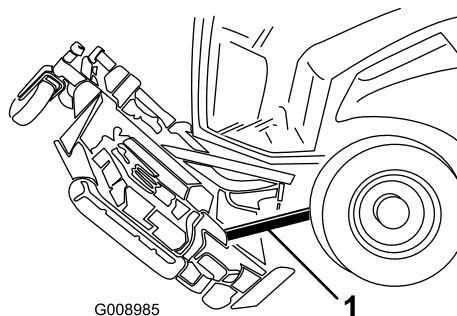

Рисунок 132
6. Поместите упорный деревянный брусок между задней частью деки и машиной (Рисунок 132).